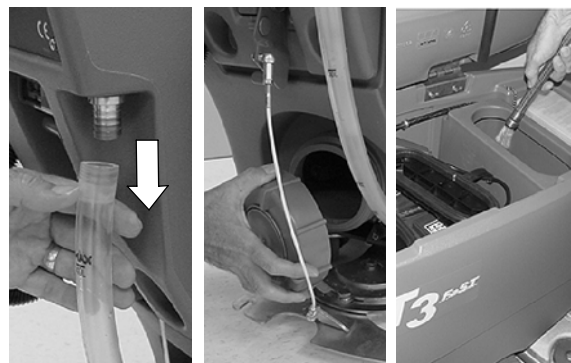

FIG. 45
4. Videz le réservoir de solution et rincez l'intérieur avec de l'eau (60° C maximum), le cas échéant (Figure 45).